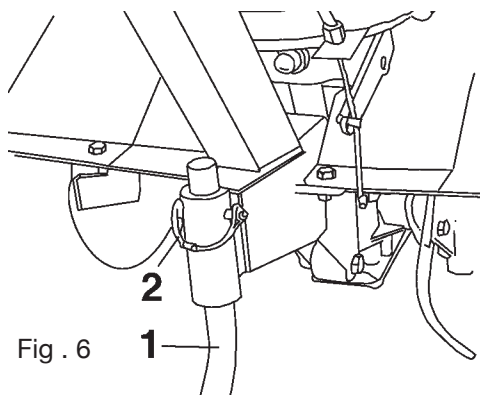

Fig . 6
Monteer de schoor (1) d.m.v. de plug met veer (2) (fig. 6)